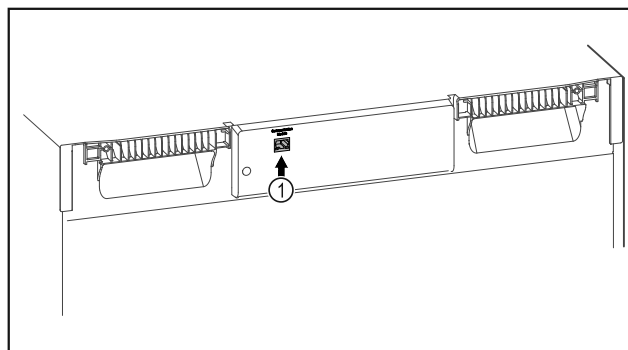

Fig. 153
- ❑ SmartModule Fig. 153 (1) è inserito.